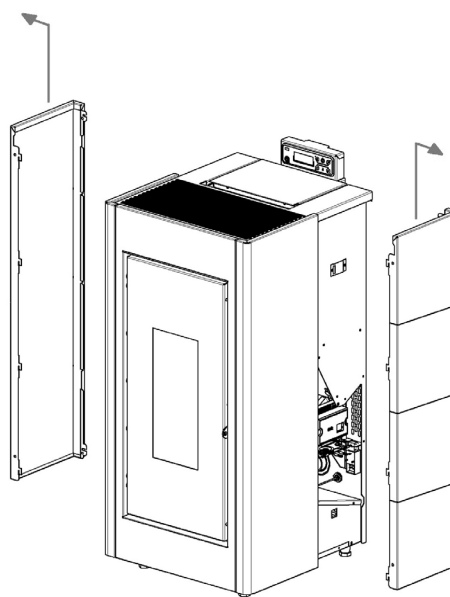

Fig. 62 - Extracción de los laterales
- Destornille los 4 tornillos delanteros y traseros y retire las paredes laterales (ver **Fig. 62 y Fig. 63**).